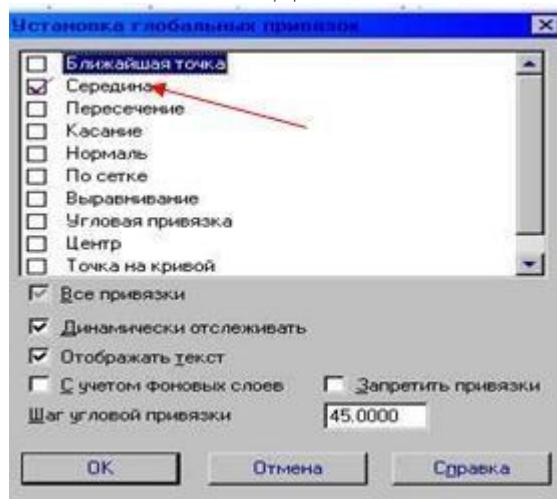

Рис. 5.
12. Установите привязки точек по СЕРЕДИНЕ и нажмите на ОК (рис. 5).
19. Установите привязку **ПЕРЕСЕЧЕНИЕ** и нажмите на **OK** (рис. 5).